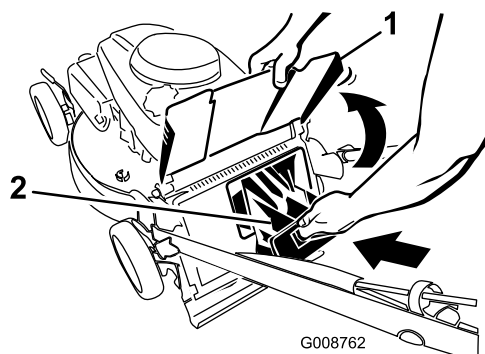

Figura 26
- Introduzca el tapón de mulching en el orificio de la parte trasera del alojamiento del cortacésped, hasta que quede encajado (Figura 26).